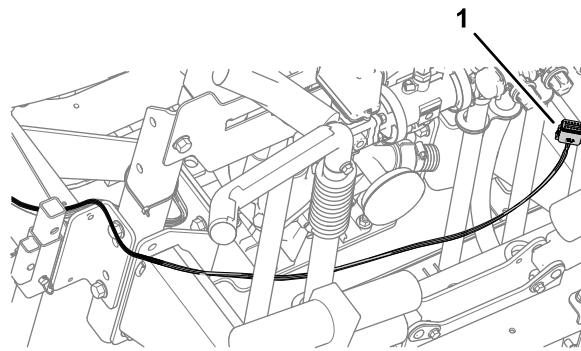

Figure 58
2. Amenez le connecteur à 12 douilles du faisceau avant le long de l'avant de la section de pulvérisation centrale, vers l'actionneur de levage de rampe droite (Figure 58).